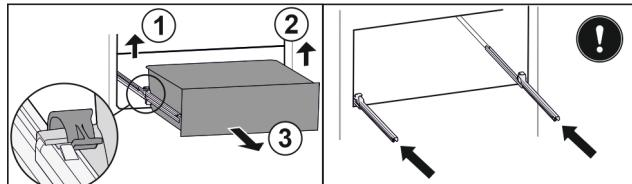

Fig. 38
- Podignite lijevu stezaljku i istovremeno izvucite ladicu lijevo prema naprijed. Fig. 38 (1)
- Podignite desnu stezaljku i istovremeno izvucite ladicu desno prema naprijed. Fig. 38 (2)
- Izvadite ladicu prema naprijed. Fig. 38 (3)